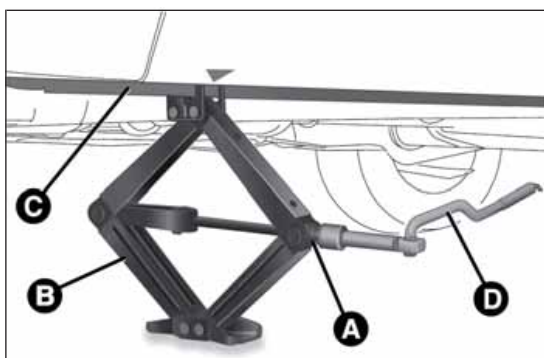

Abb. 160
- die Handkurbel Abb. 160 des Wagenhebers in die Vorrichtung A einführen und das Fahrzeug hochkurbeln, bis das Rad einige Zentimeter über dem Boden schwebt;